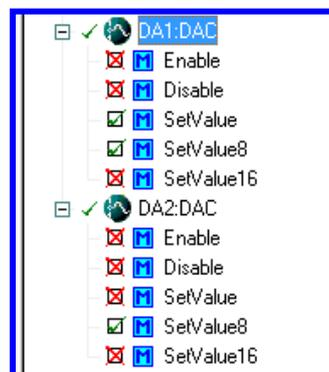

Figura 4.87 Bean de DACs (Seno desfasada).
2.-Para poder generar dos funciones seno tendremos que dar de alta dos convertidores Digitales- Analógicos. Figura 4.87